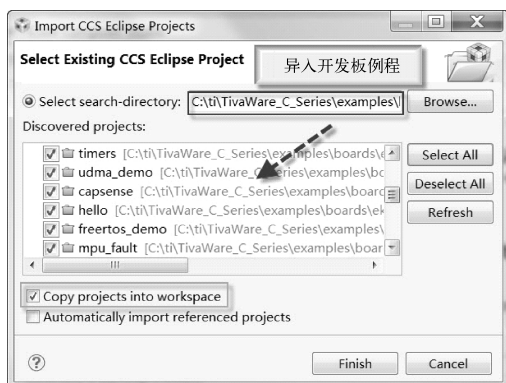

图 1-7 导入 EK - TM4C123GXL 开发板例程
3) 将 EK - TM4C123GXL（LaunchPad）开发板的例程导入工作空间，如图 1-7 所示。